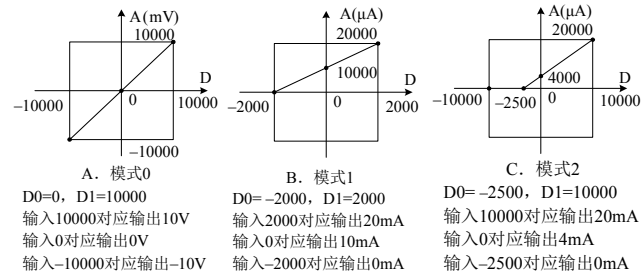
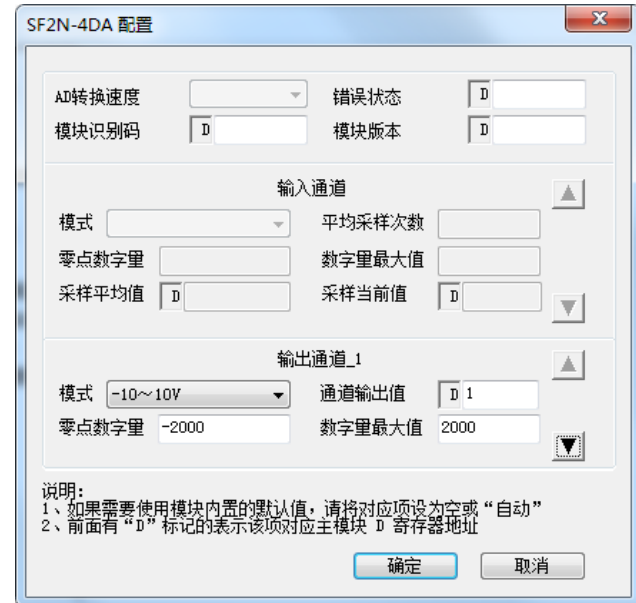
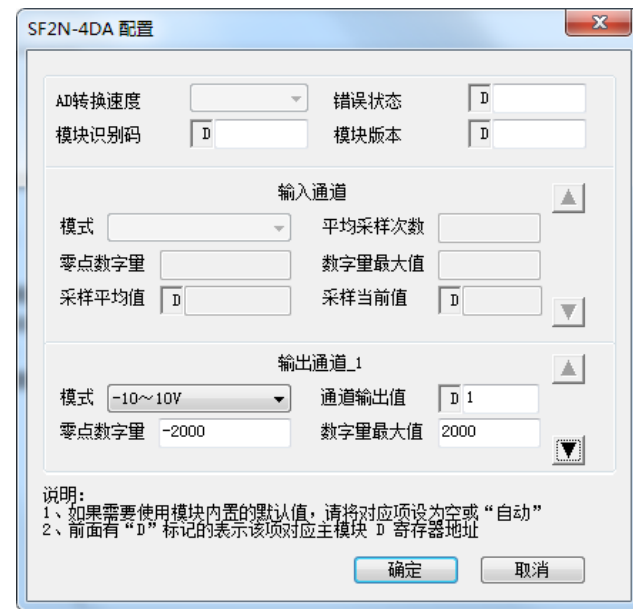
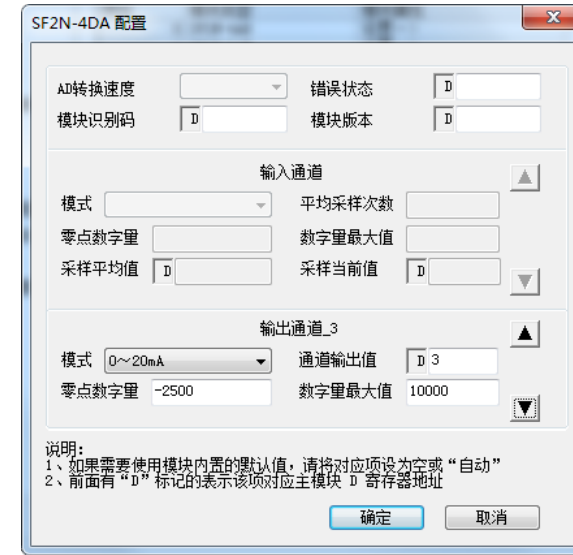

图 3-3 特性更改举例
图 4-1 设置通道属性
图 4-2 更改第 1 通道特性
图 4-4 更改第 3 通道特性
SF2N-4DA 与主模块之间通过通讯缓冲区（BFM）交换信息。用户在后台软件的 SF2N-4DA 配置界面上作了相应设置之后，主模块会自动将信息写入 SF2N-4DA 的缓冲区，由此对 SF2N-4AD 的状态进行设置。主模块会自动将 SF2N-4DA 上报的信息显示在该配置界面上，见图 4-1~图 4-4。
7. BFM#4094: 模块软件版本信息单元。自动显示在后台软件的 SF2N-4DA 配置界面上的 **模块版本** 栏，见图 4-2。
若更改通道的 D0、D1 数值，即可更改通道特性，D0、D1 可在-10000~10000 之间任意设定，若设定值超出此范围，SF2N-4DA 不会接收，并保持原有有效设置，图 3-3 为特性更改举例，请参考。
设置通道的属性如图 4-1 所示。
例：SF2N-4DA 模块第 1、2、3 通道特性设置分别按图 3-3 所示 A、B、C 模式更改。第 1 通道（模式 0）输出一个-2V~+2V 的锯齿波，时间步长为系统的扫描时间；第 2 通道（模式 1）输出 15mA 电流；第 3 通道（模式 2）输出 4.8mA 电流。设置通道的属性如图 4-2~图 4-4 所示。进一步详细说明参见《SF2N 系列可编程控制器编程参考手册》。